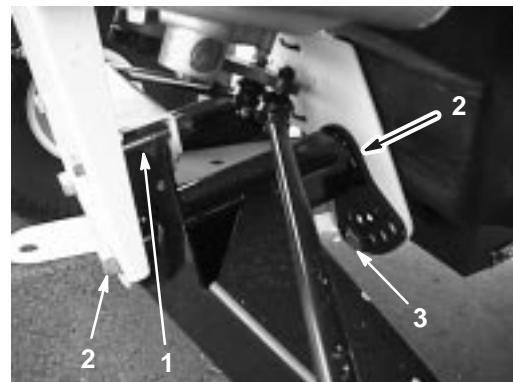

Figure 24
2. Enlevez le boulon limiteur de course (Fig. 24).
3. Desserrez les boulons de centrage dans le bras triangulé avant (Fig. 24).
4. Retirez le boulon de réglage de hauteur de caisse (Fig. 24).
5. Tournez le bras triangulé avant à la position voulue (voir la remarque ci-après), puis remettez en place le boulon de réglage de hauteur de caisse (Fig. 24).
7. Remettez le boulon limiteur de course (Fig. 24).